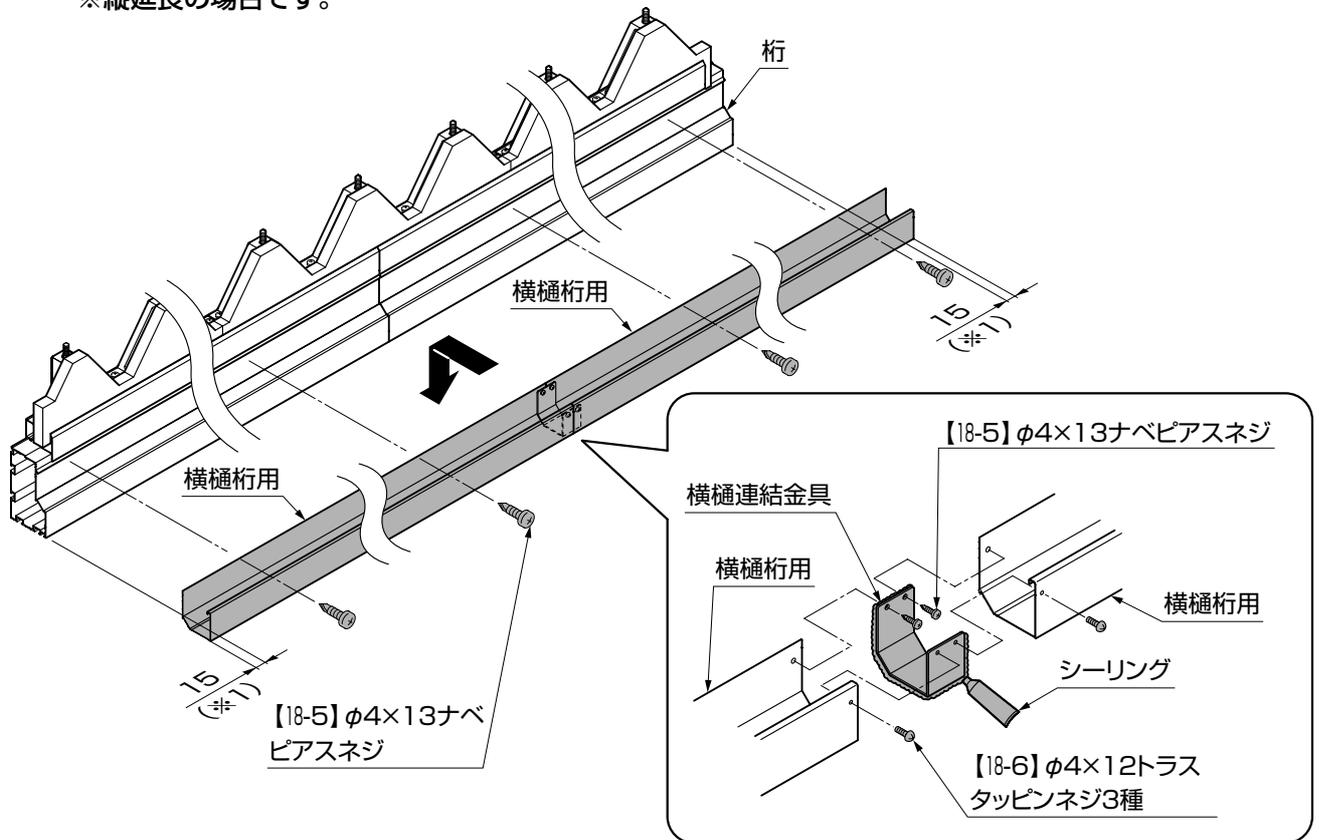

図10-3
①桁に【18-5】で横樋桁用を取付けてください。(図10-3参照)
- 横樋連結金具と横樋桁用の接触部分にシーリングをしてください。(図10-3参照)